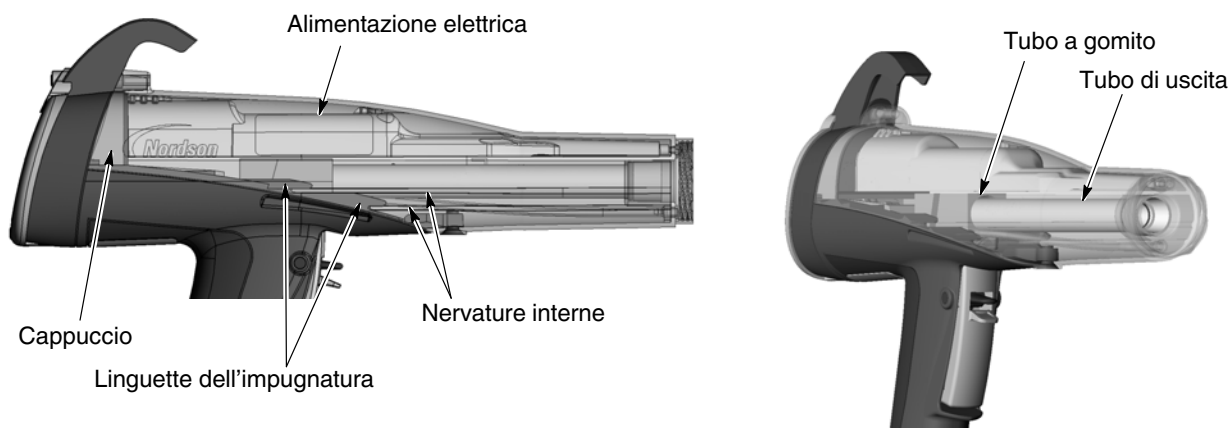

Figura 6-6 Riassetto della pistola
1. Vedi figura 6-6. Allineare il corpo pistola con l'impugnatura ed accoppiarli, facendo agganciare le nervature interne del corpo pistola alle linguette nell'impugnatura.